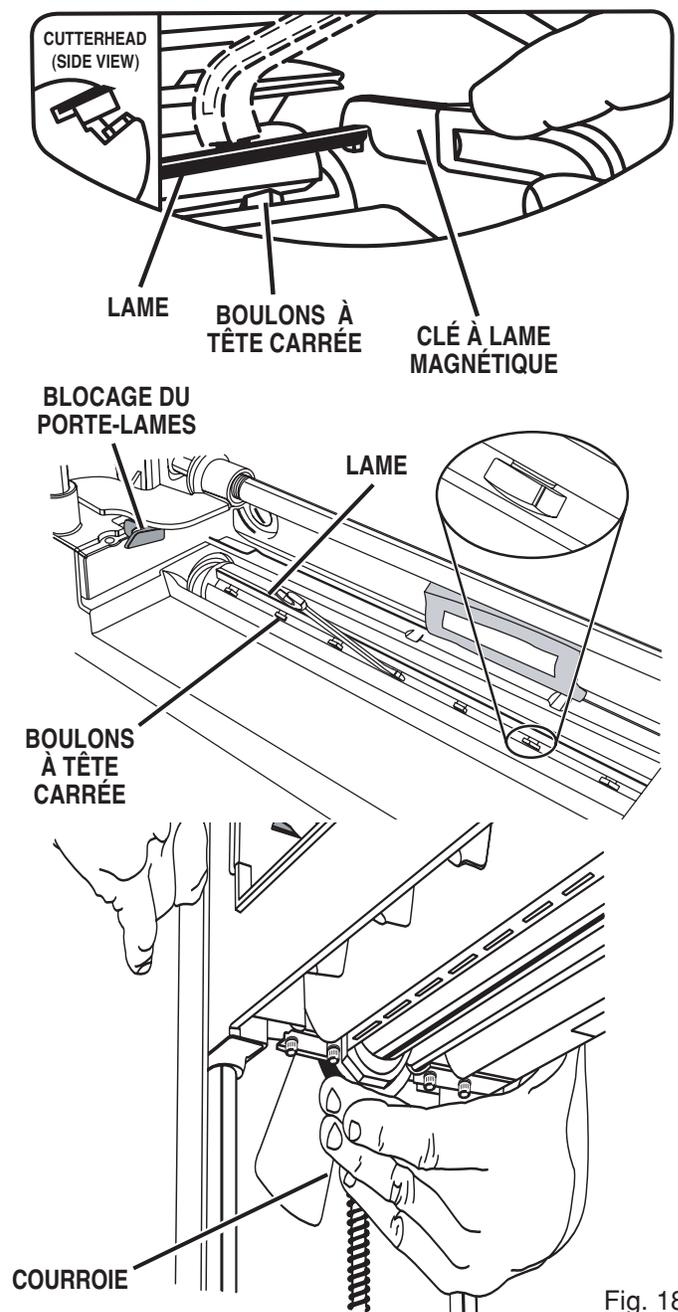

Fig. 18
Voir figure 18.
**REMARQUE :** Pour tourner la tête de coupe, passer la main sous la table de la machine. Un utilisant la table comme miroir, toucher la broche filetée, à son point de fixation sur la table. Avec précaution, relever la main jusqu'à ce que les doigts touchent la courroie d'entraînement. Tourner la courroie jusqu'à ce que la tête de coupe se verrouille (voir la figure 18).
- Pour passer à la lame suivante, maintenir le verrouillage de tête de coupe enfoncé et tourner la tête de coupe de 180°, comme illustré à la figure 18.